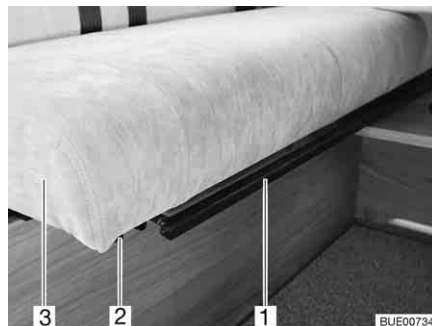

Fig. 20 Inclinaison du dossier de la banquette
- Tirer ou pousser l'étrier (Fig. 20,1) situé sous la surface de siège (Fig. 20,3) vers le haut et le maintenir dans cette position.
- Tirer avec précaution la surface de siège sur les rails (Fig. 20,2) jusqu'à la position souhaitée ou jusqu'à la butée.